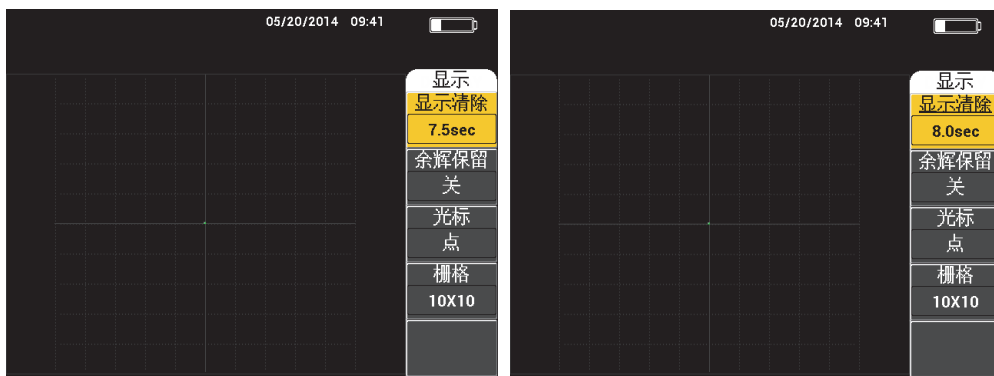

图 5-10 显示清除的细微调节功能（左图）和粗略调节功能（右图）
**显示清除**设置控制 BondMaster 600 仪器的显示被自动清除的频度。这个频度在零（关闭）到 60 秒之间可调，默认情况下，调整增量值（细微）为 0.1 秒。还可以通过按确定键的方法，将**显示清除**的调整增量值更改为 1 秒钟（粗略）。当粗略增量功能开启时，**显示清除**设置下面有下划线，如第 89 页的图 5-10 所示。